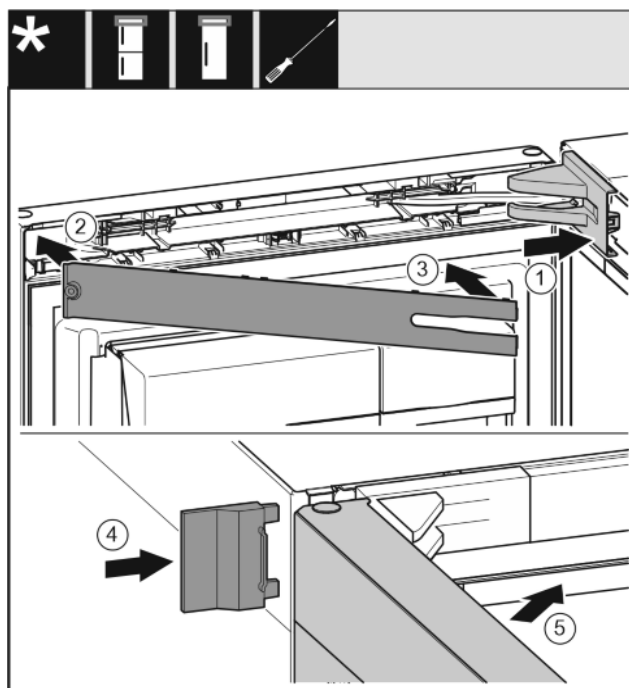

Fig. 40
- ▶ Lagerbockabdeckung aufsetzen und einrasten, ggf. vorsichtig auseinanderdrücken. *Fig. 40 (1)*
- ▶ Blende aufsetzen. *Fig. 40 (2)*
- ▶ Blende einschwenken und einrasten. *Fig. 40 (3)*
- ▶ Äußere Abdeckung aufschieben. *Fig. 40 (4)*
- ▶ Obere Tür schließen. *Fig. 40 (5)*